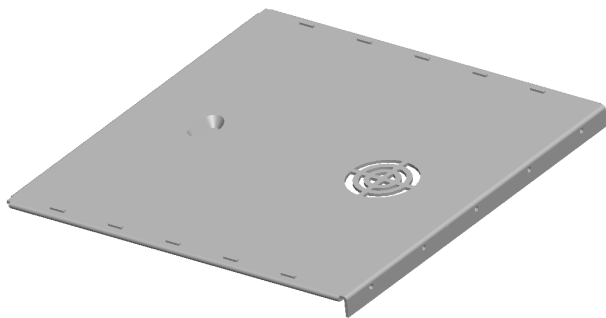

图 13-97 以上色样式显示模型
(7) 单击前导视图工具栏中的【显示样式】按钮, 弹出列表框, 单击【上色】按钮, 以上色样式显示模型, 如图 13-97 所示。